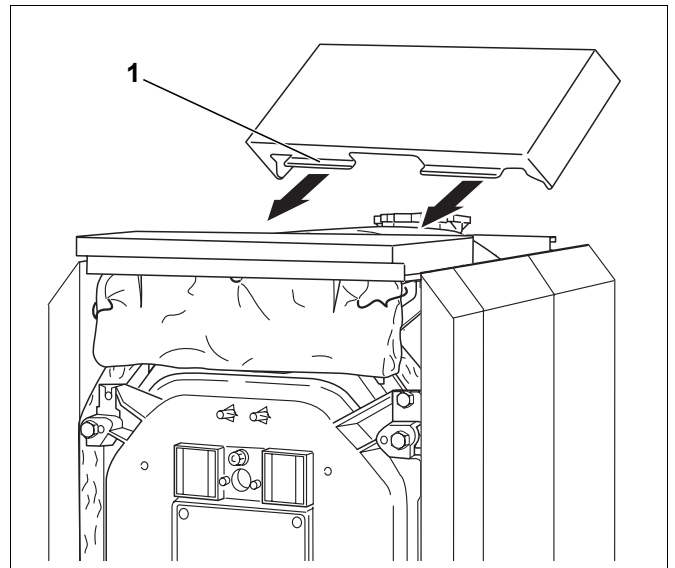

Bild 53 Mittlere Haube montieren
- Mittlere Kesselhaube mit den Abkantungen (Bild 53, **Pos. 1**) unter die vordere Kesselhaube schieben und in die Sicke der Seitenwände einlegen.